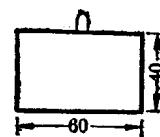

图 4 炉门
2. 用铅皮按图 4 下料作炉门，并在炉体的炉门口部位作可供插炉门的槽后，将炉门插入。